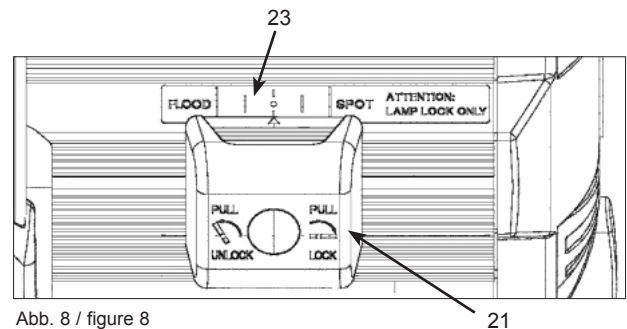

Abb. 8 / figure 8
- Lampenklemmhebel (21/Abb.8) für bessere Handhabung ziehen und drehen. Dieser dient ausschließlich der Lampenklemmung und NICHT ZUR FOKUSSIERUNG!
- Lampenfassung (22) passend für G22-Lampensockel.
- Die Fokusanzeige (23/Abb.8) zeigt die Position des Brenners (Flood <-> Spot)
- Zubehör: Flügeltor (A)
- Lamp lock lever (21/Abb. 8) for better pull and turn handling. Use only for locking the lamp, NOT FOR FOCUSING!
- Lamp holder (22) suitable for G22 lamp socket.
- Accessories: barndoor (A)